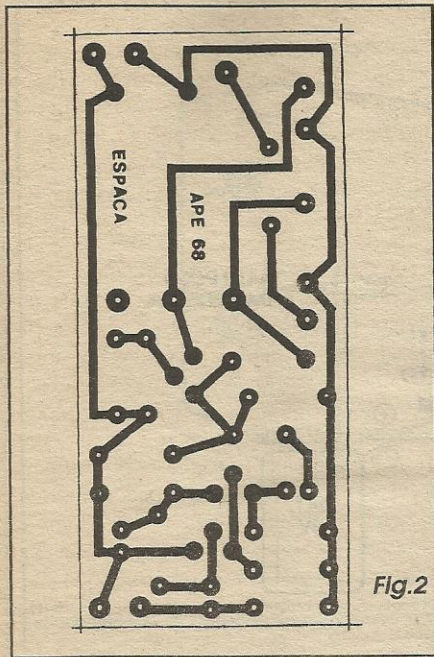

Fig. 2
- FIG. 2 - LAY OUT DO CIRCUITO IMPRESSO ESPECÍFICO - Com o componente mais *taludo* da montagem, que é a bobina, ficando *fora* da placa, as dimensões desta puderam manter-se em padrões mínimos, garantindo razoável compactação ao conjunto... O lado cobreado do impresso, com o padrão de ilhas e pistas em tamanho natural, é visto na figura, podendo ser diretamente *carbonado* sobre a face cobreada de um fenolite *virgem* nas conveniente dimensões, seguindo-se a traçagem, corrosão, limpeza, furação e nova limpeza, conforme é praxe...
Nas INSTRUÇÕES GERAIS PARA AS MONTAGNES (encarte permanente de APE...) os leitor/hobbysta novato encontra importantes dicas e orientações quando à confecção e uso de circuitos impressos, para o melhor aproveitamento das vantagens dessa técnica de montagem... O fundamental é não esquecer de - ao final da confecção da placa - conferi-la com bastante atenção e cuidado, usando como gabarito o diagrama da FIG. 2, apenas iniciando as inserções e soldagens depois de obter a certeza de que tudo está rigorosamente nos conformes...